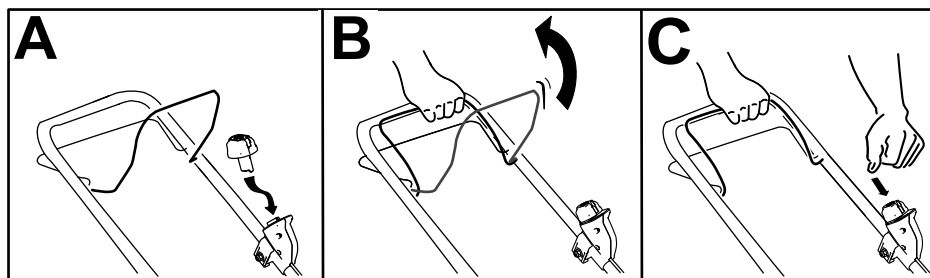

Figura 9
2. Insira o botão de arranque elétrico no interruptor do arrancador elétrico (A de Figura 9).
3. Insira a barra de controlo da lâmina e segure-a contra a pega (B de Figura 9).
4. Pressione o botão de arranque elétrico e mantenha-o pressionado até que o motor arranque (C de Figura 9).